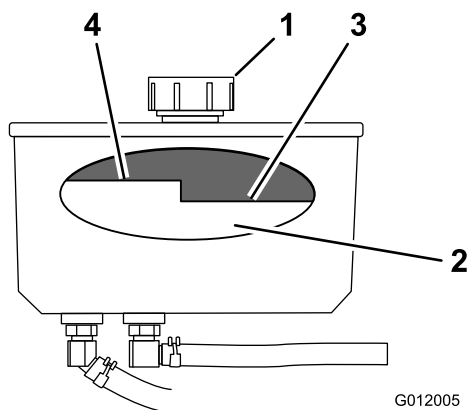

Figura 71
3. Pulite la zona attorno al tappo e al collo del bocchettone del serbatoio idraulico (Figura 71).
4. Togliete il tappo dal collo del bocchettone (Figura 71).
Nota: Il livello del fluido (caldo) deve essere inferiore al segno di livello 'caldo' del deflettore (Figura 71).